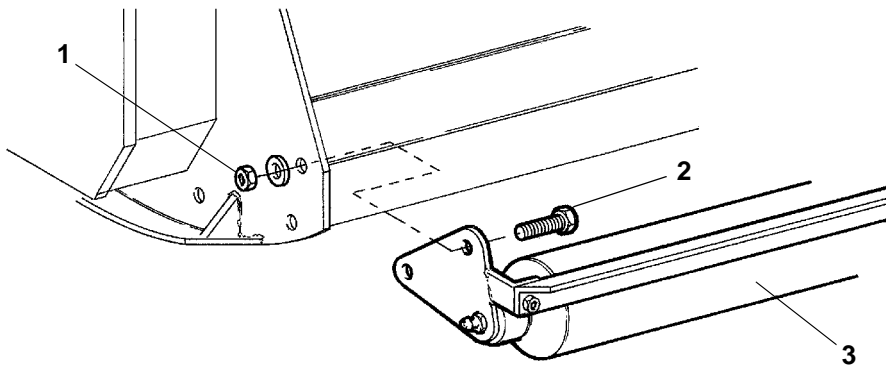

Fig. 9-4 Rullo d'appoggio RMU 280
9.2.1 Montaggio RMU 280 (Fig. 9-4)
9.2.1 Assembly RMU 280 (Fig. 9-4)